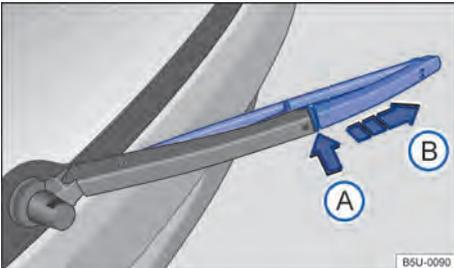

Fig. 166 Sustituir la escobilla limpiaparabrisas de la luneta trasera.
- Mantener presionada la tecla de desbloqueo → fig. 166 (A).
- Retirar la escobilla del limpialuneta en el sentido de la flecha (B).